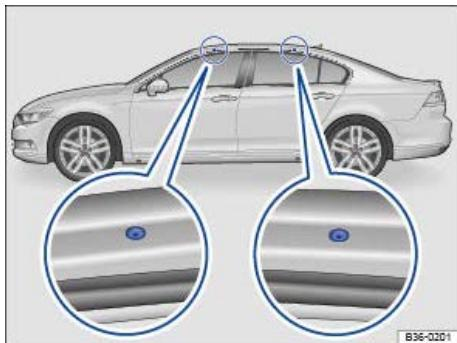

Abb. 151 Unter den Türdichtungsgummis vorn und hinten: Befestigungspunkte für Grundträger.
Die Bohrungen zur Befestigung der Grundträger befinden sich an den Unterseiten der Dachholme und sind nur bei geöffneter Tür sichtbar \Rightarrow Abb. 151 .
- Die Grundträger nur an den in der Abbildung gezeigten Markierungen befestigen \Rightarrow Abb. 151 .